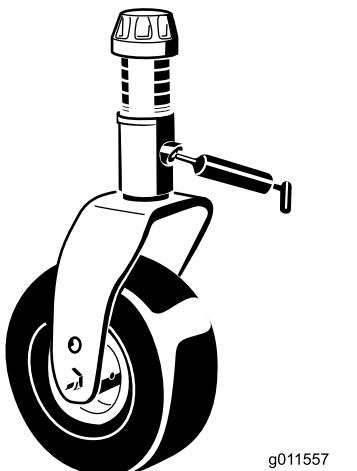

Figura 14
- Casquillos del eje de la horquilla de las ruedas giratorias (4) (Figura 14).